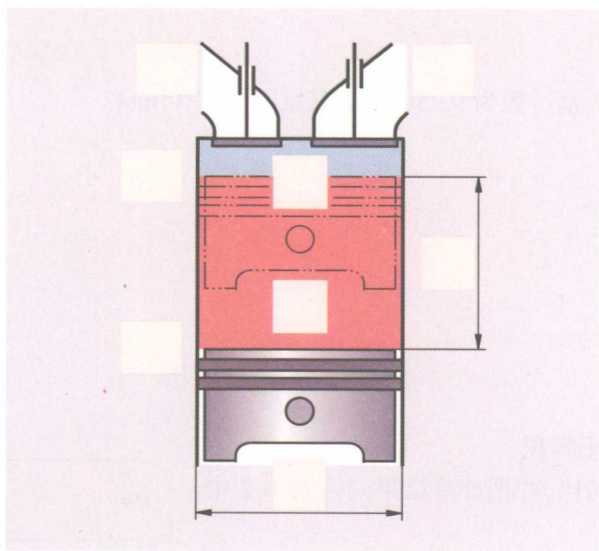

图 1-1 四冲程发动机示意图
2. 请填写图 1-1 所示四冲程发动机缩写符号的名称。在原理图中标注各符号并以不同颜色表示 V_c 和 V_h 。